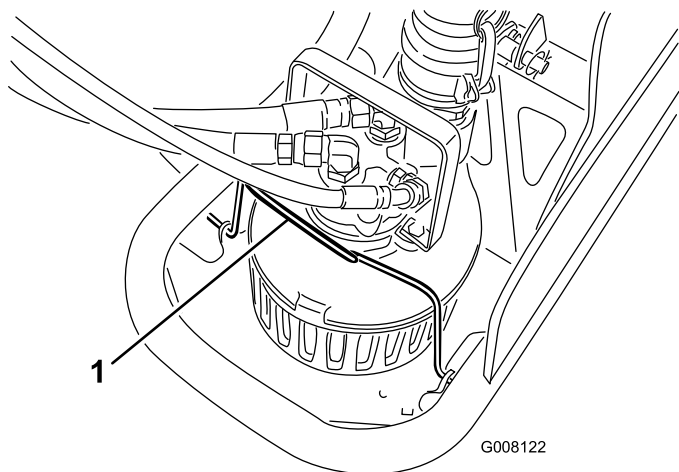
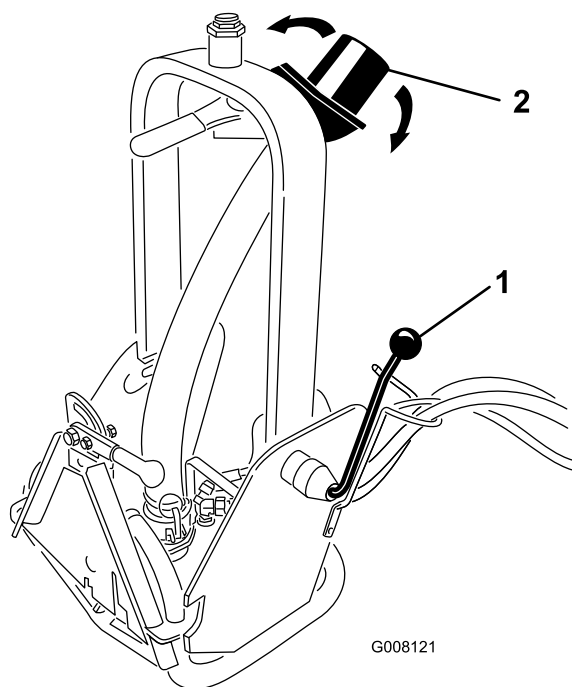

Figura 9
Figura 10
2. Certifique-se de que a braçadeira da bomba (Figura 9) e o manípulo de bloqueio (Figura 10) estão fixos antes de dar início à operação.